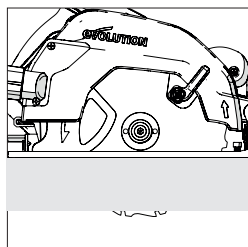

Fig. 12
- În majoritatea cazurilor, adâncimea de tăiere trebuie setată la grosimea materialului ce se va tăia, plus adâncimea a jumătate dintr-un dinte de disc (de la vârful dintelui până la rădăcina sa). (**Fig.12**)
(13) REGLAREA UNGHIIULUI DE TĂIERE (ÎNCLINAREA)